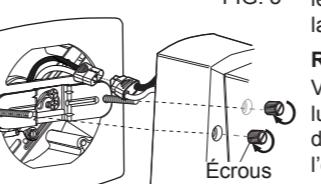

FIG. 4
Fixez les écrous décoratifs (06) sur les vis et serrez-les. FIG. 4 and tighten. FIG. 4